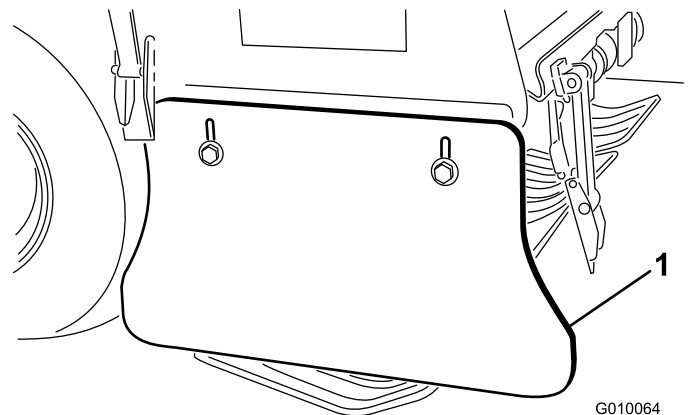

図 62
1. サイド・シールドをフレームに固定しているボルトとナットをゆるめる (図 62)。